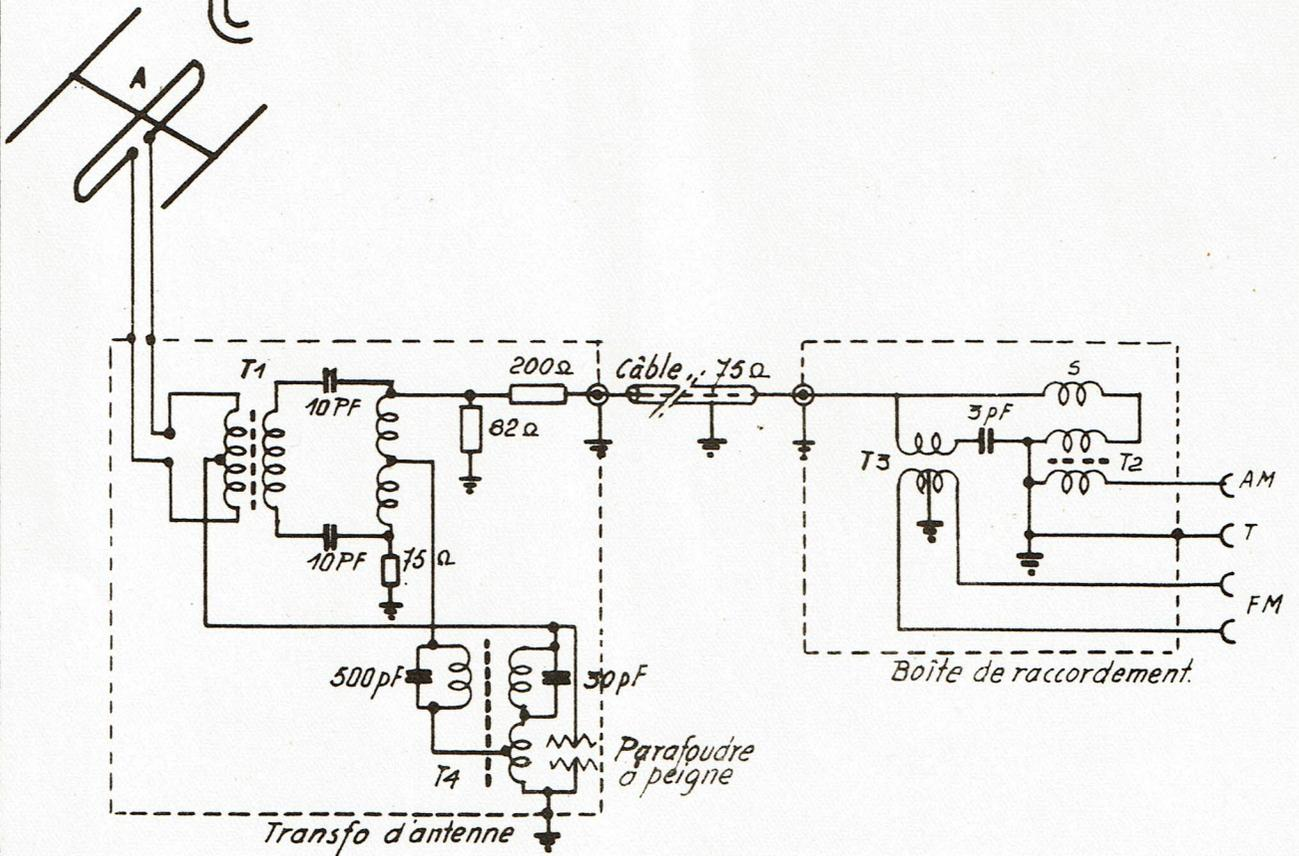

Fig. 26
D. UN SYSTEME D'ANTENNE DE RADIO POUR F.M. ET A.M. (O.C., O.M. ET O.L.) - voir schéma de la fig. 26.